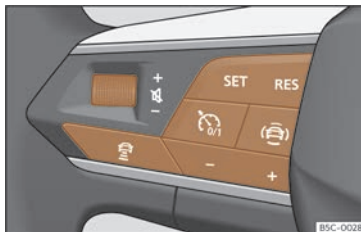

Fig. 173 Al volant multifunció: botons per fer servir l'ACC
El vostre vehicle disposa d'ACC si disposa de menú de configuració en el sistema d'Infotainment»» pàg. 97, i si disposa dels botons propis de la funció ACC al volant multifunció »» fig. 173.
- Per començar la regulació, premeu el botó **SET** >>> **fig. 173**.
Per programar la velocitat, premeu els botons + o - >>> **fig. 173** fins a la velocitat desitjada. L'ajust de la velocitat es realitza en intervals de 10 km/h (5 mph).
- Premeu el botó  i, a continuació, el botó + o - >>> **fig. 173**.